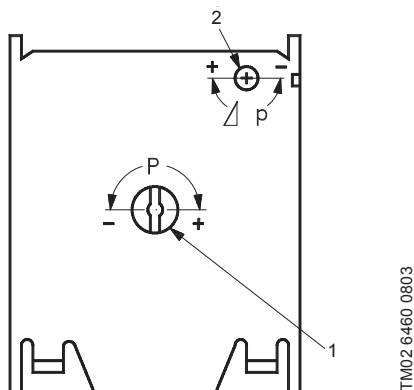

Рис. 8 Регулирующие винты реле давления
A = число полных оборотов винта регулировки давления отключения (поз. 1), рис. 8.
3. Определить по точке пересечения с линией значений числа оборотов, сколько раз надо повернуть винт регулировки перепада давления (поз. 2), рис. 8.